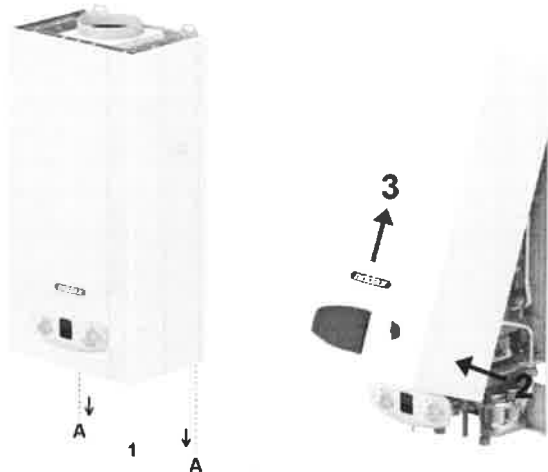

fig. 9 - Démontage de l'habillage
1. Dévissez les vis A (voir fig. 9).
2. Soulever l'habillage. (voir fig. 9).
Pour remplacer les piles, procéder comme le montre la fig. 9